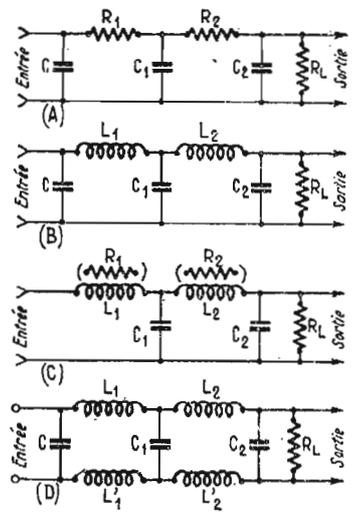

FIG. 9
Ces filtres, tous à deux cellules, sont représentés à la figure 9. Le filtre (A) est à capacités dans les bras shunt et à résistances dans les bras série. Dans les schémas de ces filtres on a indiqué  $R_L$ .